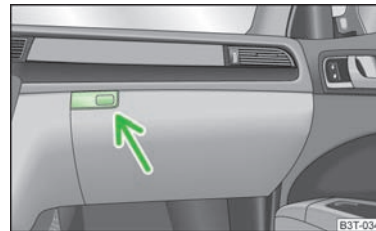

Fig. 88
- Appuyez sur la touche » fig. 88 : le couvercle se rabat vers le bas.